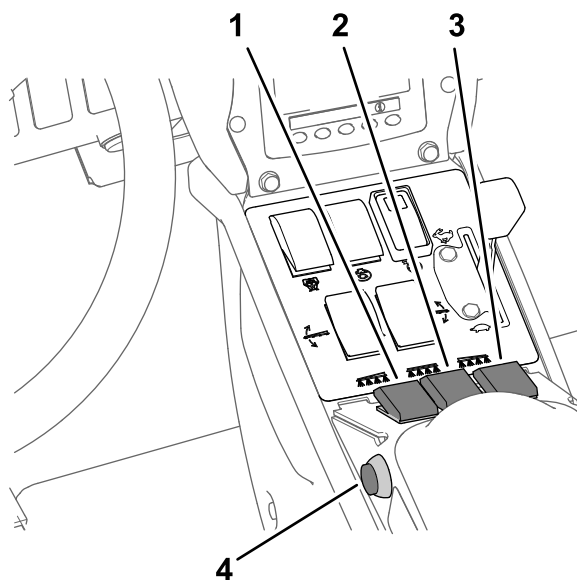

Рисунок 47
2. Нажмите кнопку 2, чтобы перейти к следующему этапу (Рисунок 47).
1. Установите главный выключатель секций в положение ВКЛ (Рисунок 47).
3. Установите главный выключатель секций в положение ВЫКЛ (Рисунок 47).